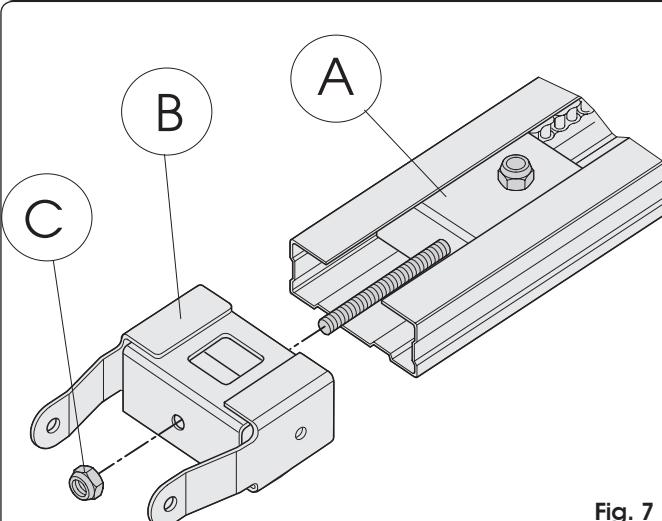

Fig. 7
- Faire coulisser le groupe de renvoi sur toute la longueur du rail de guidage (Fig. 7 réf. A) pour l'amener à proximité de l'élément antérieur, opposé au groupe d'embrayage de la traction.
- Assembler la patte d'attache antérieure (Fig. 7 réf. B) au groupe de renvoi (Fig. 7 réf. A).
- Tendre légèrement la chaîne en vissant l'écrou (Fig. 7 réf. C).